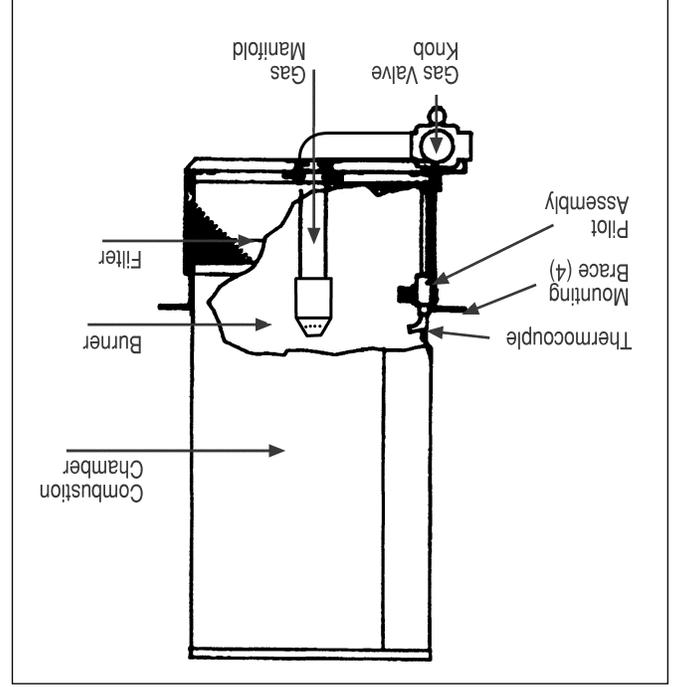

Figure 2
9. **IMPORTANT : N'ESSAYEZ PAS de régler l'admission en gaz du brûleur principal à l'aide de la valve d'alimentation principale,** car la veilleuse et le thermocouple pourraient fermer le brûleur (Voir figure 2).